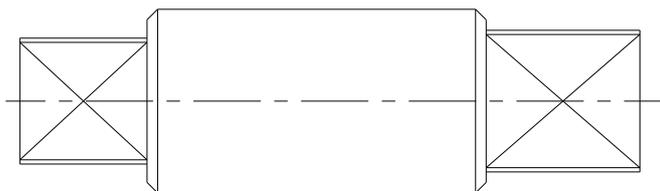

Рис.7: пример вала-штулки редуктора ILG/D
8. Вытяните кнопку наружу (3) и поверните рукоятку по часовой стрелке до тех пор, пока кнопка не придет в свое обратное состояние (2).
- b. Позиция вала (см. рисунок 7) вверху редуктор-дублера.